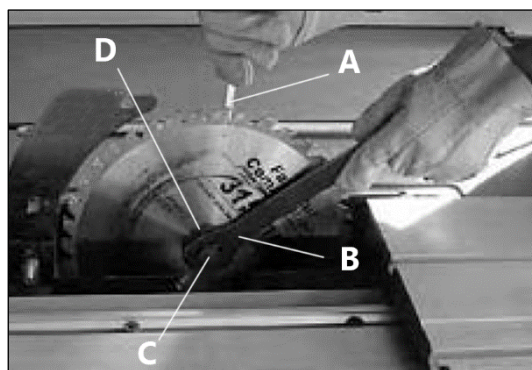

Рисунок 25.
- вставьте стопорный штифт **А** (рис. 25) в специальное отверстие внутреннего фланца пильного диска;